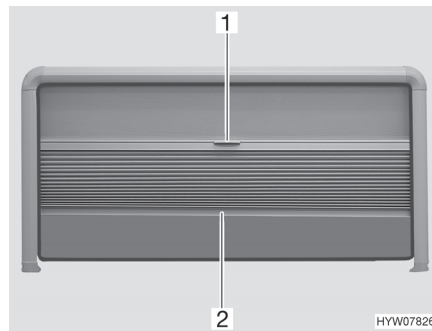

Bild 13 Faltverdunklung und Insektenschutzrollo (Ausstellfenster)
- Die Faltverdunklung in der Mitte des Abschluss-Stabes (Bild 13,2) fassen und vorsichtig nach unten ziehen.
- Den Abschluss-Stab (Bild 13,2) der Faltverdunklung in der Mitte halten und die Faltverdunklung vorsichtig nach oben schieben.
- Das Insektenschutzrollo am Griff (Bild 13,1) nach unten ziehen.
- Das Insektenschutzrollo am Griff (Bild 13,1) ganz nach oben schieben.